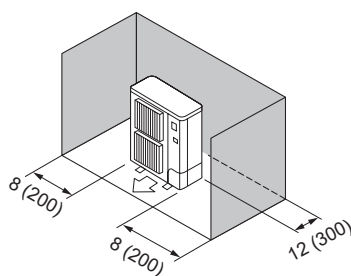

Fig. 2-7
- ③ Obstáculos en la parte trasera y los laterales (Fig. 2-7)